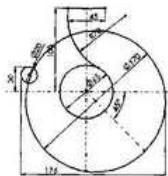

图 2-22 绘制圆
(5) 继续在草图 1 上进行绘制。单击草图工具栏中的 (圆) 工具, 绘制一个圆心过 45° 中心线且直径为 170mm 的圆 2, 以及另一个直径为 20mm 的圆 3。使用 (智能尺寸) 工具对两个圆进行尺寸定义, 如图 2-22 所示。注意在进行两圆尺寸定义的过程中, 首先确定一个初始数值, 然后将尺寸上的控标 拖拽到两圆的最大边上, 最后双击尺寸上的数值, 并在文本框中输入准确的数值。